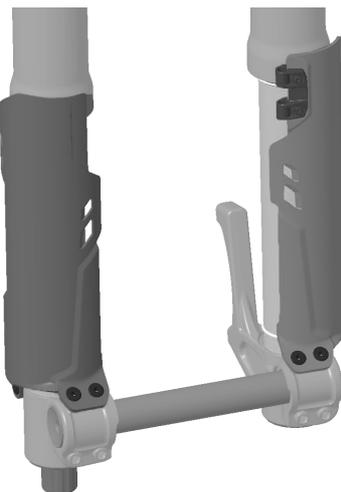

Abb. 1: Gabelschützer montiert
1. Jeden Gabelschutz wie abgebildet montieren (Abb. 1).